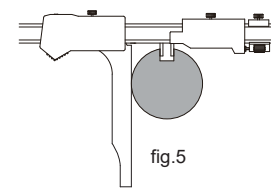

fig.5
- Vire o paquímetro 180°, estenda a mandíbula de medição da ranhura para dentro da ranhura a ser medida, ajuste o dispositivo de ajuste fino para que a mandíbula de medição da ranhura entre em contacto com a ranhura, aperte o parafuso de bloqueio da ranhura, mova a mandíbula do paquímetro para que entre em contacto com a peça a ser medida (fig. 5) e registre o valor de simetria "b" exibido neste momento. Calcule a diferença entre as duas leituras "Δ".